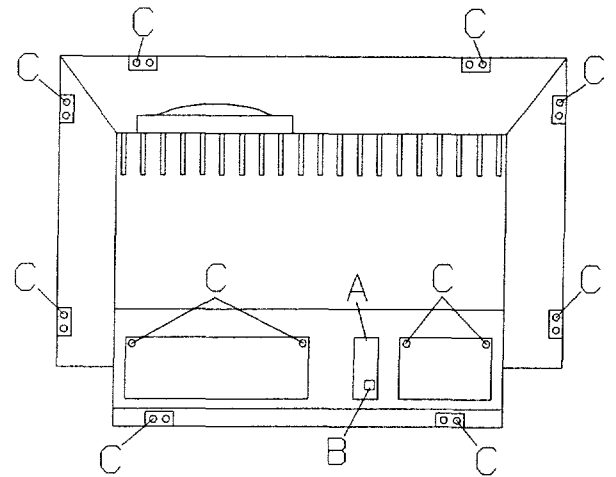

Fig 4.1
1. Cómo retirar el panel posterior (Fig. 4.1)